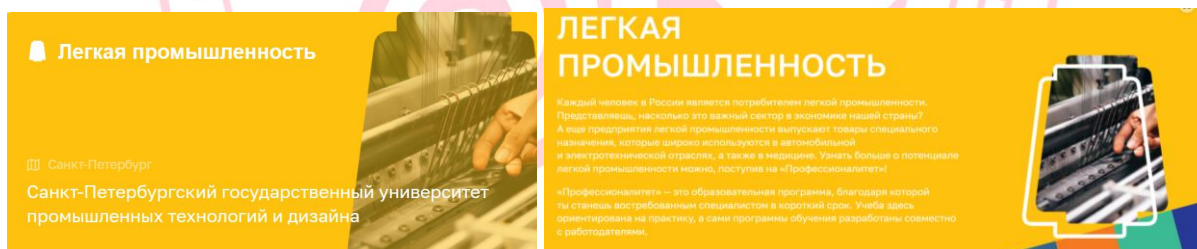

Рисунок 1 – Скриншоты баннеров страницы кластера «Легкая промышленность» образовательной программы «Профессионалитет» сайта япроф.рф
5. Цветовое решение должно соответствовать корпоративной цветовой гамме кластера «Легкая промышленность» программы «Профессионалитет». (Рисунок 1)